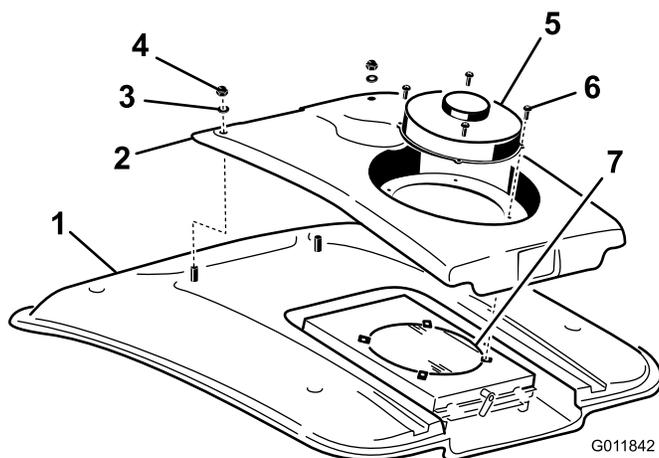

Figura 91
2. Rimuovete le (4) viti che fissano la ventola e il coperchio del condensatore al supporto della ventola (Figura 91).
4. Rimuovete i due dadi e le due rondelle che fissano la parte anteriore del coperchio del condensatore al tetto della cabina (Figura 91).
8. Pulite accuratamente il condensatore dell'aria condizionata con aria compressa (Figura 91).